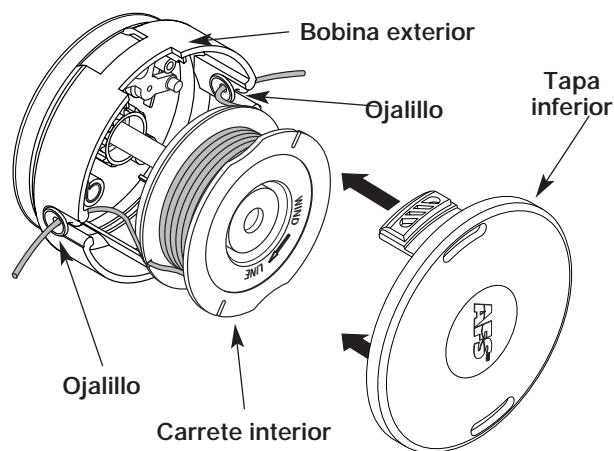

Fig. 17
14. Inserte las puntas de la línea a través de los ojalillos del bobina exterior, luego ponga el carrete interno dentro de la bobina exterior (Fig. 17).
3. Tome el carrete interior preenrollado e inserte los extremos de la línea en los ojalillos de la bobina exterior (Fig. 17).